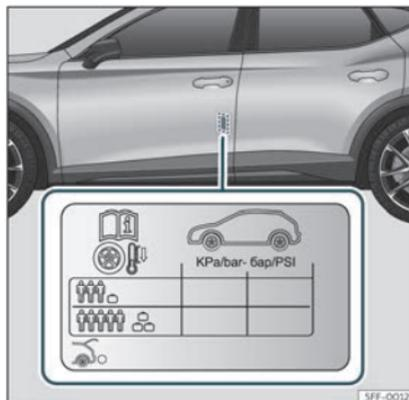

Fig. 212 Emplacement de l'autocollant de gonflage des pneus.
- Si le véhicule est fortement chargé, adaptez la pression des pneus en conséquence >>> fig. 212.
Les valeurs de pression de gonflage figurent sur l'étiquette adhésive située sur la face arrière du cadre de la porte avant gauche >>> fig. 212.
Adaptez la pression de gonflage des pneus à la charge du véhicule. Si le véhicule est chargé au maximum, vous devez augmenter la pression de gonflage jusqu'à la valeur maximale de charge indiquée sur l'étiquette adhésive >>> fig. 212.
Dans le cas de la roue de secours de taille réduite (125/70 R18), la gonfler à une pression 4,2 bar, comme indiqué sur l'étiquette de pression des pneus»» **fig. 212**.
- Le conducteur est responsable de la pression correcte de tous les pneus de son véhicule. La pression de gonflage recommandée est indiquée sur un autocollant »» **fig. 212**.
- Sur les pneus à froid, la pression devra toujours être celle indiquée sur l'autocollant»» **fig. 212**.